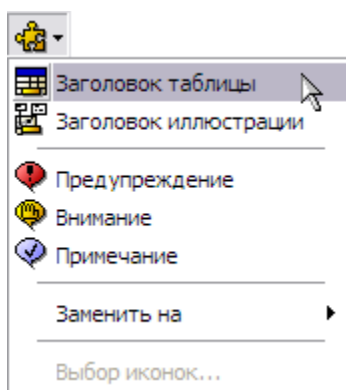

Рис. 5.90
3. На панели инструментов **Объекты** из выпадающего списка инструмента **Стандартные элементы** выберите элемент **Заголовок таблицы** (Рис. 5.90).